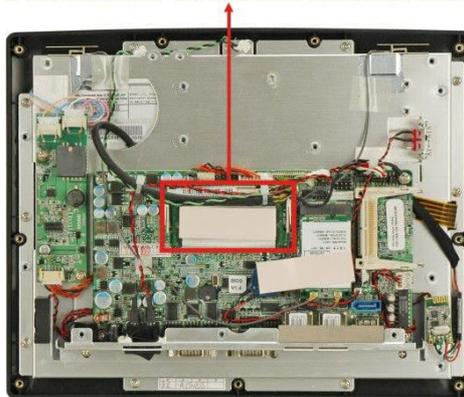

Abbildung 5-4: Lage des SO-DIMM Speichersockels
Schritt 3: Entnehmen Sie das Speichermodul aus dem Sockel (**Abbildung 5-4**), indem Sie die die beiden Halteklammern am Rand des Sockels nach außen drücken.